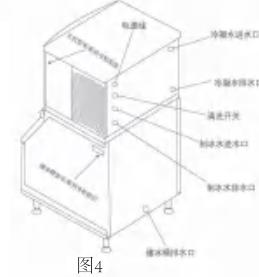

图 4
1) 将进水软管的另一端与水龙头连接（参见图4），固定前请确认塑料垫圈是否已被固定在正确的位置，最好在便于触及的部位安装一个截止阀。